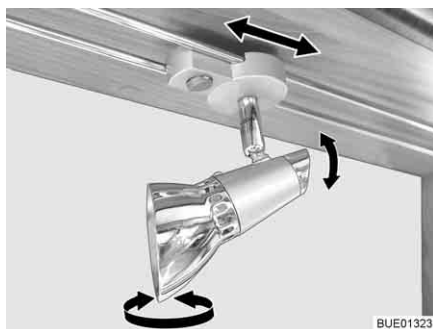

Fig. 64 Faretto
**Orientamento:** ■ Afferrare l'involucro (Fig. 64,1) e girarlo.
**Posizionamento:** ■ Afferrare il supporto (Fig. 64,2).